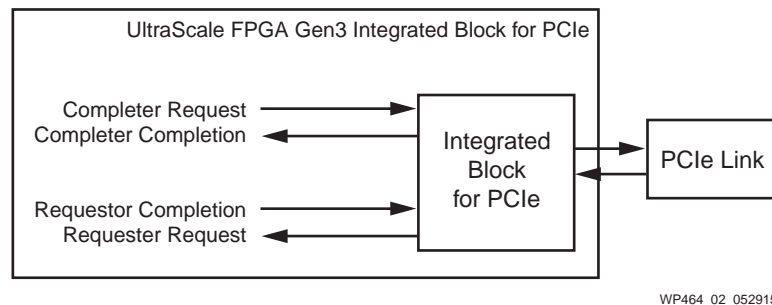

図 2: 強化された AXI4-Stream インターフェイス
1. **AXI4-Stream** : このインターフェイスでは、データ ストリームをコンプリータ ストリームとリクエスト ストリームに分割/結合します。これによって、パケット デストラドル、データ リアライメント、コンプリション タグ管理などのオプション機能が可能になります。図 2 を参照してください。